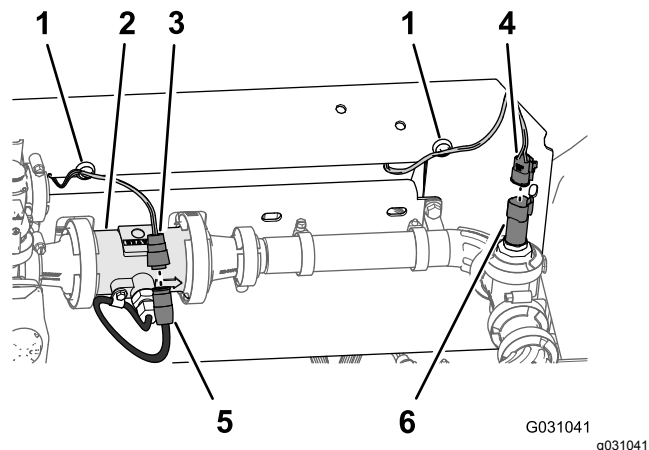

Рисунок 108
1. Проложите разъемы ответвлений жгута проводов длиной 218,4 см и 75,5 см, имеющих маркировку **Flow Meter (Расходомер)** и **Pressure Transducer (Датчик давления)**, позади крепления коллектора (Рисунок 108).
2. Подсоедините 3-гнездовой разъем ответвления жгута проводов длиной 75,5 см для расходомера (без маркировки) к 3-штыревому разъему жгута проводов расходомера (Рисунок 108).
3. Подсоедините 3-гнездовой разъем датчика давления с маркировкой **Pressure Transducer (Датчик давления)** ответвления жгута проводов длиной 218,4 см к 3-штыревому разъему датчика давления (Рисунок 108).
4. Приложите магнитные фиксаторы жгута проводов расходомера и датчика давления к поверхности крепления коллектора (Рисунок 108).